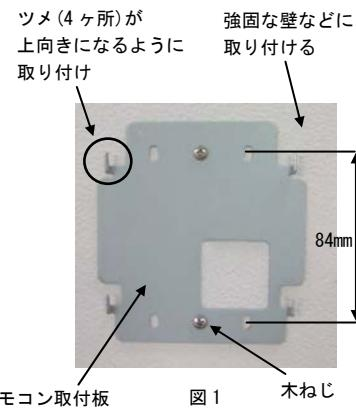

図1 リモコン取付板 木ねじ
- リモコン取付板を木ねじ($\phi 3.5 \times 25$)2本で壁に取り付けてください。（リモコン取付板はツメが上向きになるように取り付けてください。）（図1）